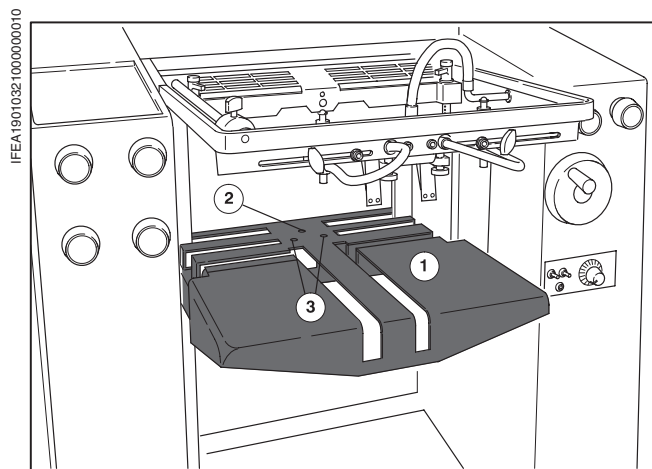
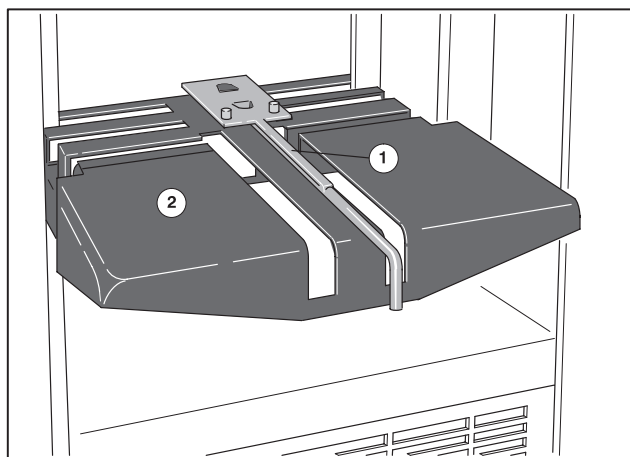

Рис. 35 Стапельный стол
Рис. 36 Установка наклонного стола
- ❶ Опустить стапельный стол (Рис. 35/❶) с помощью рукоятки вниз так, чтобы к нему был доступ снизу.
- ❷ Вывинтить вместе с патроном барашковый винт на наклонном столе.
- ❸ Вставить основание наклонного стола штифтами с нижней стороны в оба отверстия стапельного стола (Рис. 35/❸).
- ❹ Вставить барашковый винт снизу через отверстие в стапельном столе (Рис. 35/❷) и привинтить наклонный стол (Рис. 36/❶) к стапельному столу (Рис. 36/❷).